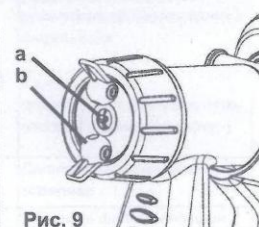

Рис. 9
- Если распыляемые материалы накапливаются в форсунке а (см. рис.9) или в отверстиях регуляторов формы факела b, почистите обе детали соответствующим растворителем.